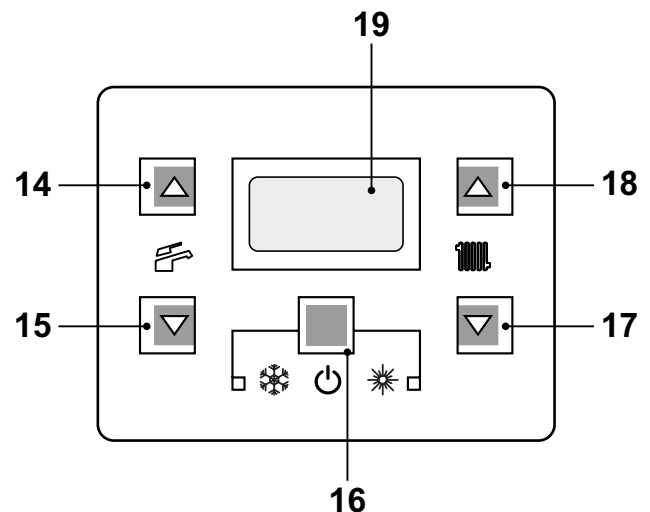

Figura 6.6
- Tenere premuto per 2 secondi il tasto 16 fino a far apparire sul display entrambe i simboli  e  Figura 6.6 .
- Spegner la caldaia tenendo premuto per 2 secondi il tasto 16 (Figura 6.6)fino a far apparire sul display LCD il simbolo  (Figura 6.5).